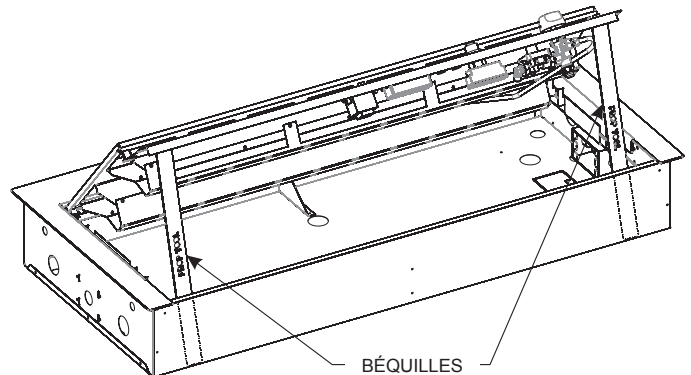

Figure 26
- f. Soulever le devant de l'ensemble du brûleur et le basculer vers le haut et l'arrière du foyer. Récupérer les deux béquilles et les placer de chaque côté dans les coins avant du boîtier et sous les coins avant du panneau de commande. **Voir Figure 26.**